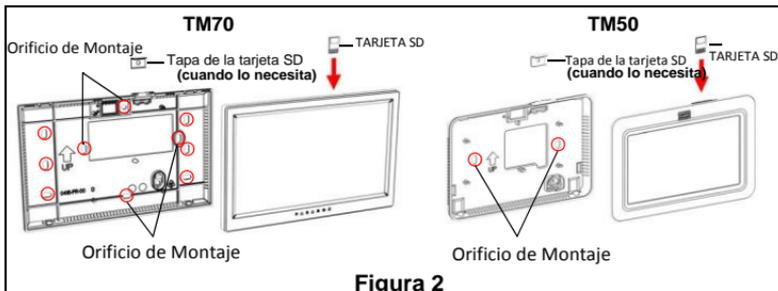

Figura 2
- 3- Asegurar que la memoria SD se encuentre instalada en la posición correcta (las letras de la memoria tienen que estar mirando la pared y los contactores metálicos hacia abajo) y que la misma este trabada dentro del zócalo, tal como muestra la Figura 2.